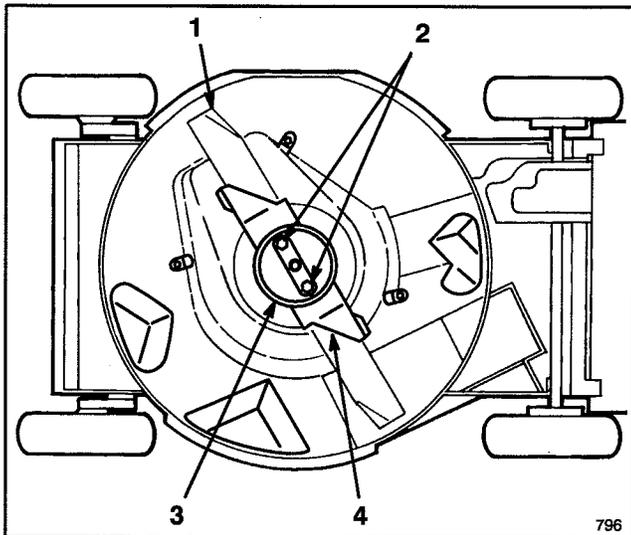

Figure 34
4. Retirer les 2 écrous de la lame, la coupelle de protection, l'accélérateur de lame et la lame (Fig. 34).